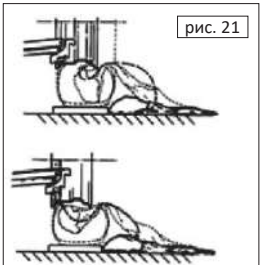

рис. 21
**Отверстие для ниппеля может располагаться асимметрично по отношению к центру обода; в этом случае расположите и установите камеру, как показано на рис. 21; проденьте ниппель через отверстие и зафиксируйте его стопорным кольцом.**
- (15) Установите камеру в углубление обода (замечание: чтобы облегчить операцию, рекомендуется одновременно вращать обод по часовой стрелке).
- (16) немного накачайте камеру (чтобы не было складок). Это позволит избежать ее перекручивания и сжимания при монтаже второго борта.
- (17) Установите удлинение на ниппель и снимите стопорное кольцо. **замечание:** цель данной операции – ослабить ниппель для того, чтобы не повредить его при монтаже второго борта.
- (18) Поднимите колесо и установите тиски на внешней стороне второго борта, на расстоянии 20 см от ниппеля.
- (19) вращайте обод по часовой стрелке до тех пор, пока тиски не окажутся в положении «9 часов».
- (20) Установите инструментальную консоль в рабочее положение.
- (21) Установите монтажный палец на расстоянии 5 мм от внешнего края обода.
- (22) вращайте обод по часовой стрелке, чтобы полностью установить шину на обод.
- (23) снимите тиски, снимите монтажный инструмент. Для этого вращайте обод против часовой стрелки.
- (24) Установите инструментальную консоль в исходное положение.